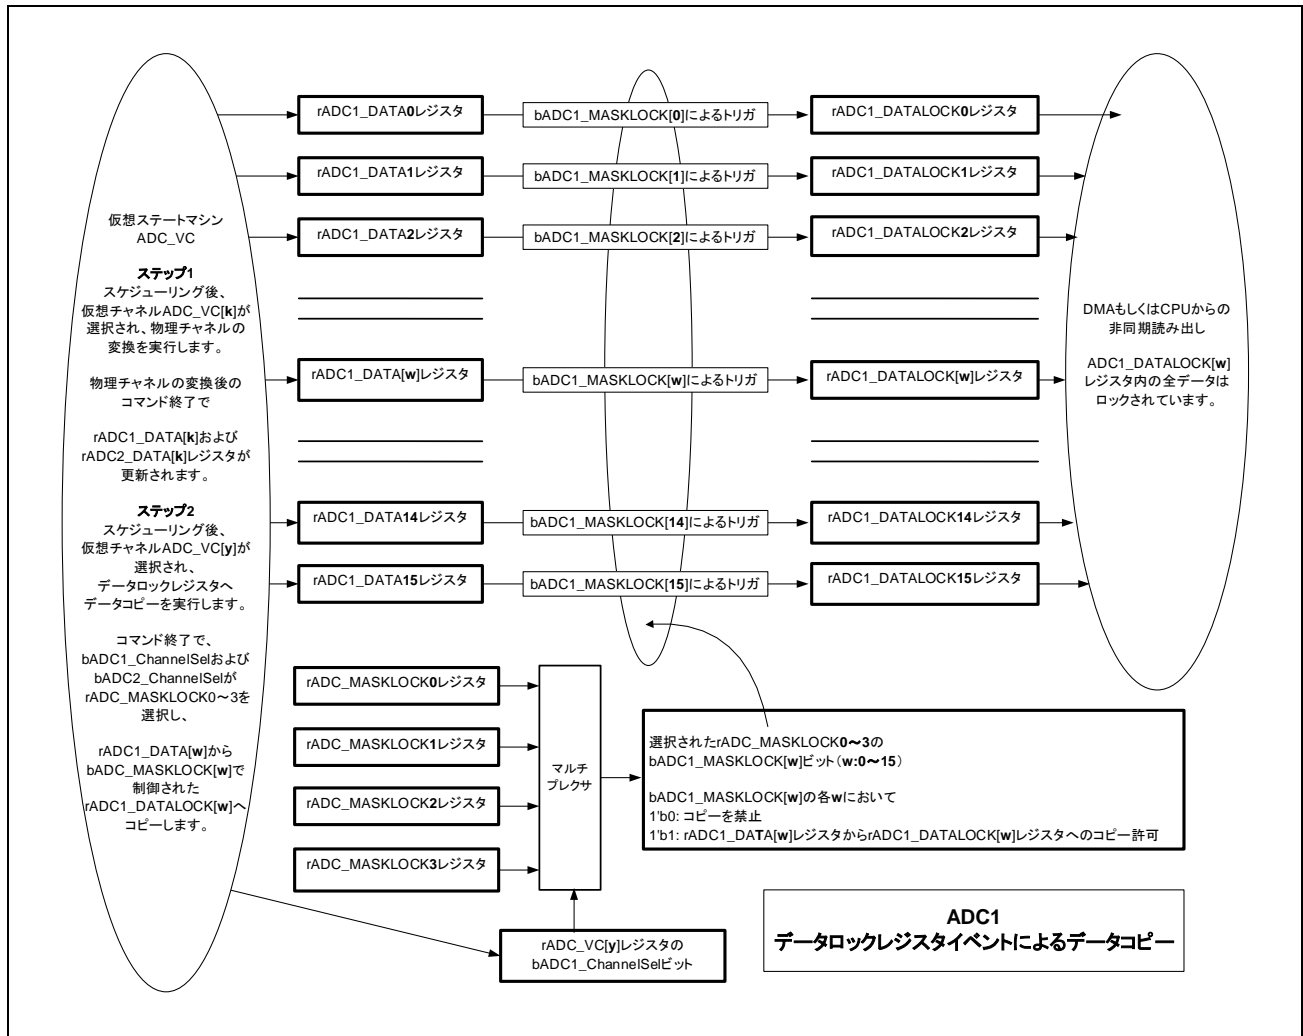

図 7.9 ADC データロックレジスタへのデータコピー
- 「**図 7.9 ADC データロックレジスタへのデータコピー**」を参照してください。